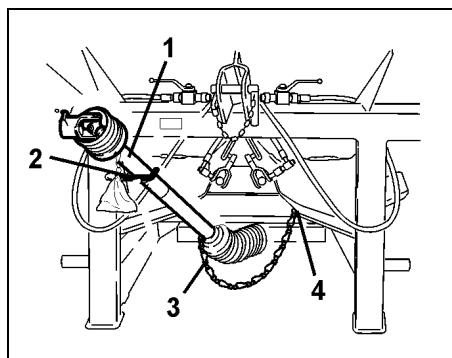

Fig. 17
- Skjut på den främre kraftöverföringshalvan (Fig. 17/1) och låt den vila i hållaren (Fig. 17/2).
- Fäst kedjan (Fig. 17/3) i avsedd ögla (Fig. 17/4) på maskinen.